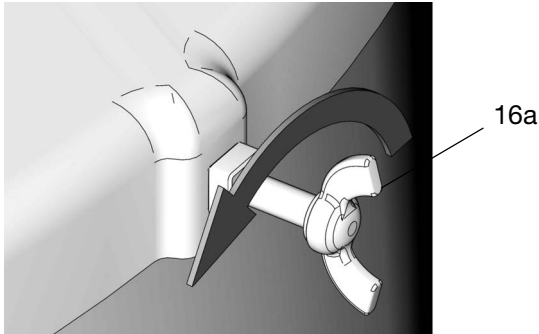

FIG. 24
2. Enlever le couvercle de fût (16) en desserrant les vis papillon (16a) (FIG. 24).